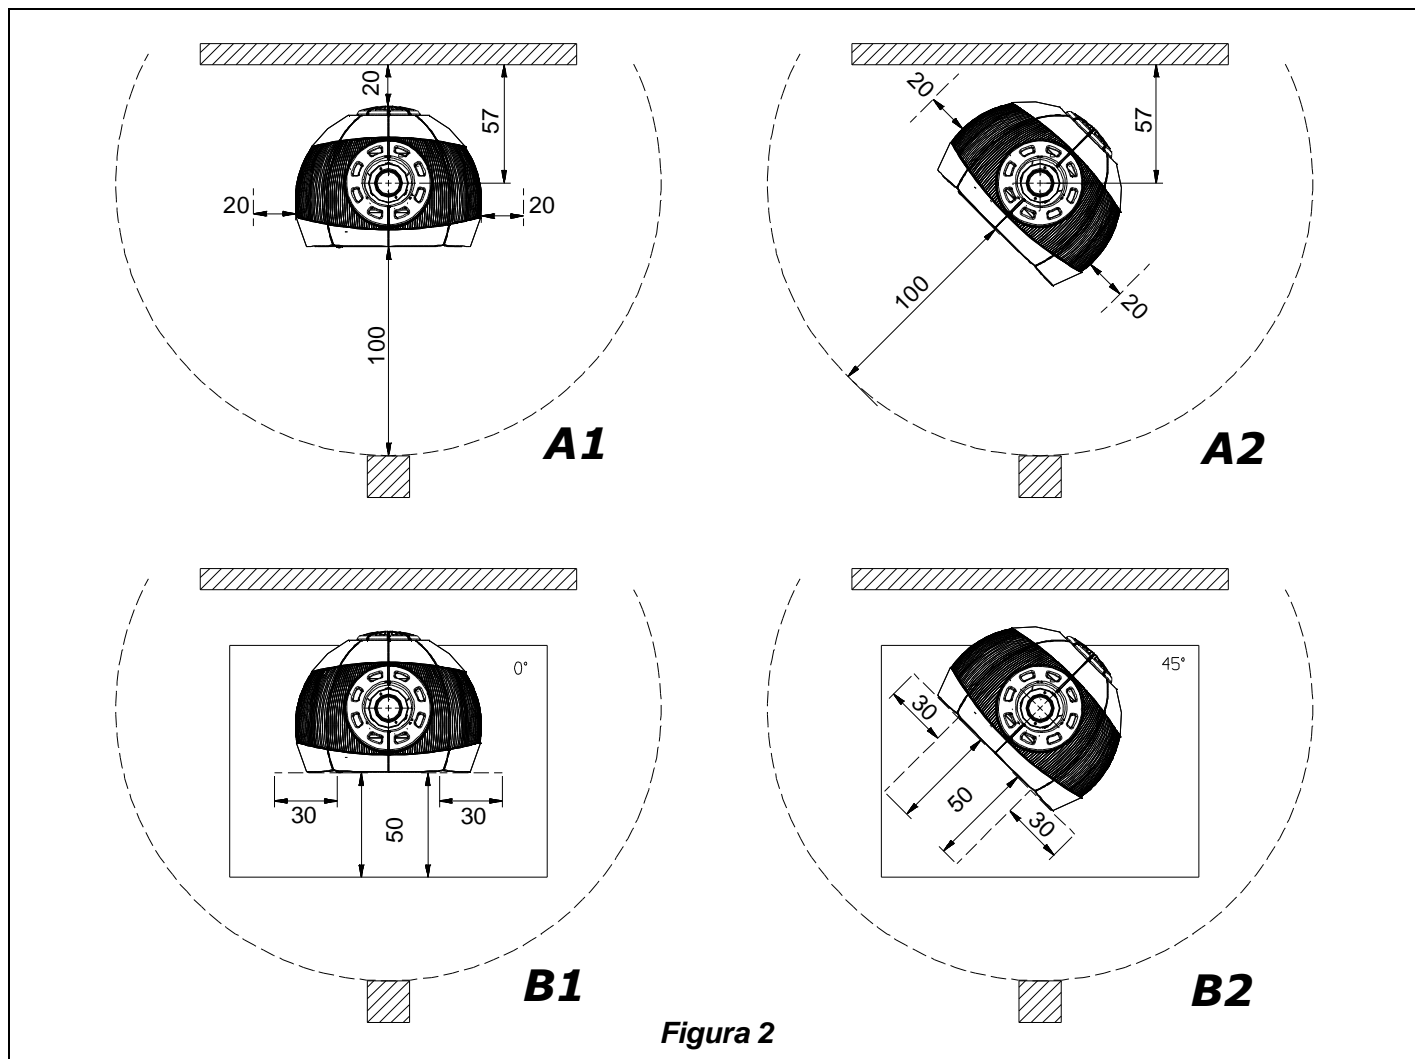

Figura 2
- a) Al fine di assicurare un sufficiente isolamento termico, rispettare la distanza minima di sicurezza dal retro e da entrambi i lati da elementi costruttivi ed oggetti infiammabili e sensibili al calore (mobili, rivestimenti di legno, stoffe ecc.) (vedi Figura 2 A1 A2). **Tutte le distanze minime di sicurezza sono**
- c) qualora il prodotto venga installato su un pavimento di materiale infiammabile, bisogna prevedere un sottofondo ignifugo. **I pavimenti in materiale infiammabile**, come moquette, parquet o sughero etc., **devono essere sostituiti** da uno strato di materiale non infiammabile, ad esempio ceramica, pietra, vetro o acciaio etc. (dimensioni secondo l'ordinamento regionale). Il sottofondo deve sporgere frontalmente di almeno **50cm** e lateralmente di almeno **30cm** oltre all'apertura della porta di carico, tenendo conto anche della possibilità di rotazione della stufa. (vedi Figura 2 **B1 B2**)